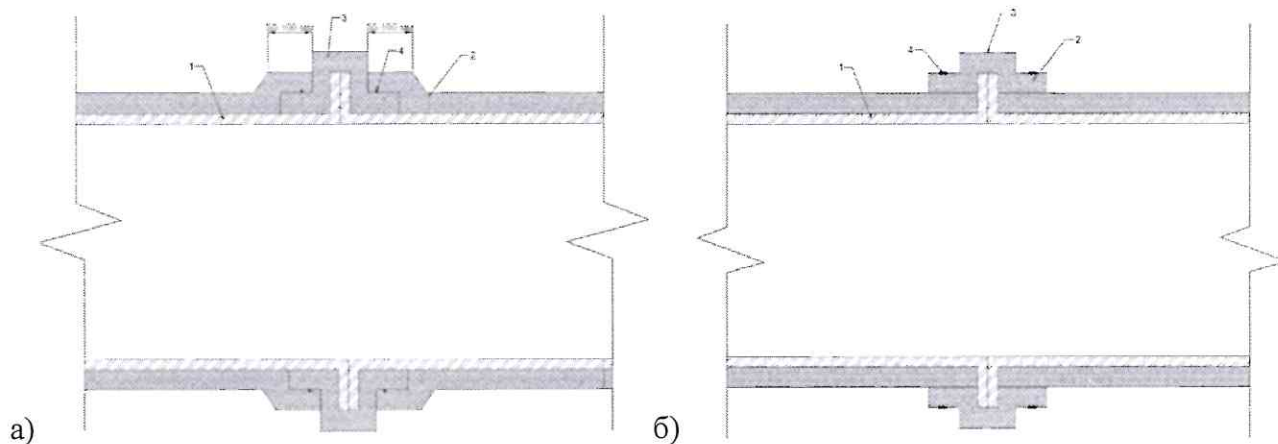

Рис. 2. Теплоогнезащита фланцевого соединения воздуховода системой PRO-VENT.
4.6. Обязательно выполняется покрытие фланцевого соединения полосой материала PRO-VENT, которая заводится под теплоизоляцию основной поверхности воздуховода (рис. 2а) или накладывается поверх теплоизоляции (рис. 2б) и фиксируется с помощью проволоки, либо стальной лены, после чего монтажный стык оклеивается алюминиевым скотчем BOS.